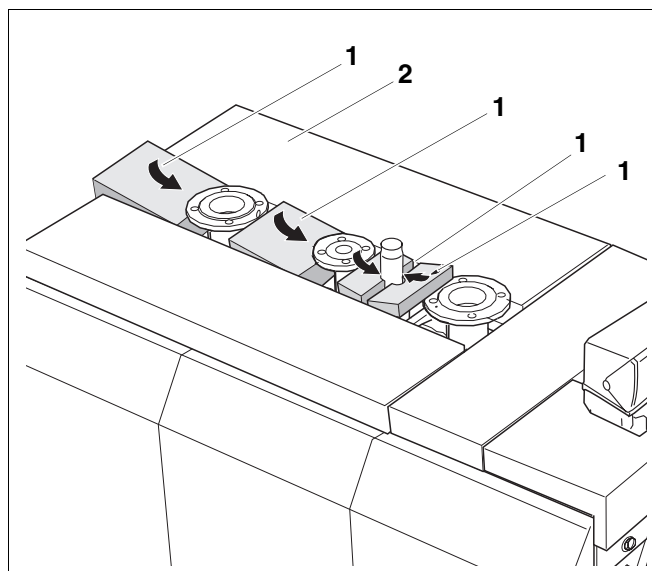

Fig. 41 Montage des éléments insérables
Tenir compte de la largeur des éléments insérables (fig. 41, **pos. 1**) pour qu'il y ait suffisamment de place entre les capots latéraux de la chaudière.
- Placer les éléments insérables (fig. 41, **pos. 1**) entre les capots latéraux de la chaudière (fig. 41, **pos. 2**).